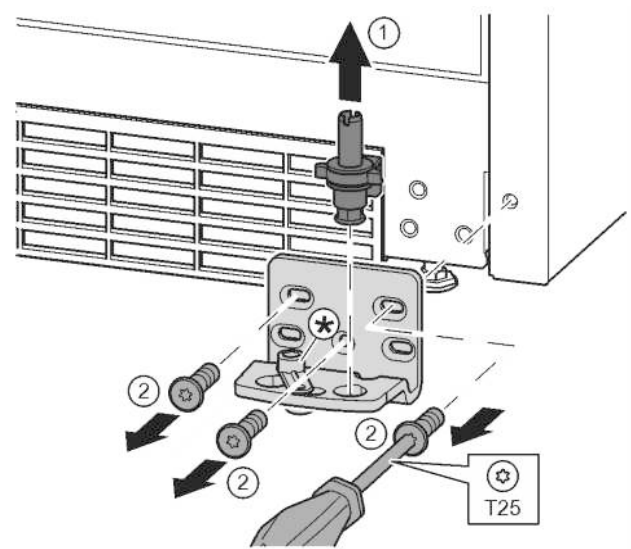

Fig. 16
- ▶ A teljes csapszeget felfelé húzza ki. *Fig. 16 (1)*
- ▶ A T25 csavarhúzóval tekerje ki a csavarokat, és vegye le a csapágybakot. *Fig. 16 (2)*